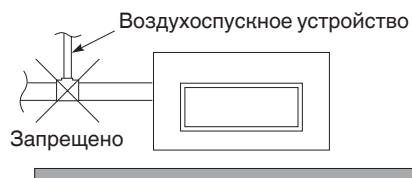

Рис. 3-14
- Не устанавливайте воздухопускное устройство, поскольку это может привести к разбрызгиванию воды из выходного отверстия дренажной трубы. (Рис. 3-14)